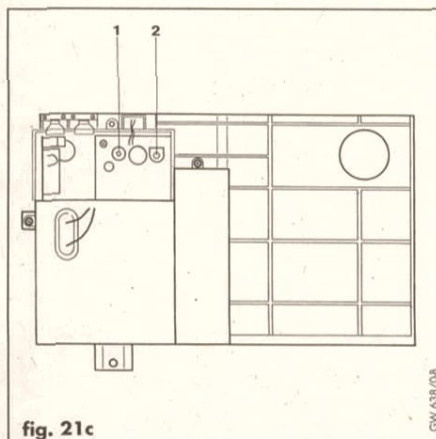

fig. 21c
- Con un piccolo cacciavite, girare in senso antiorario il potenziometro P503 (2, fig. 21c) fino all'arresto (fiamma al minimo). Per impostare la potenza dell'apparecchio fino al valore desiderato rilevare, dalla tabella 9.5, la portata gas agli ugelli necessaria, ruotare lentamente il potenziometro in senso orario fino a che il contatore del gas segnerà il dato prestabilito.